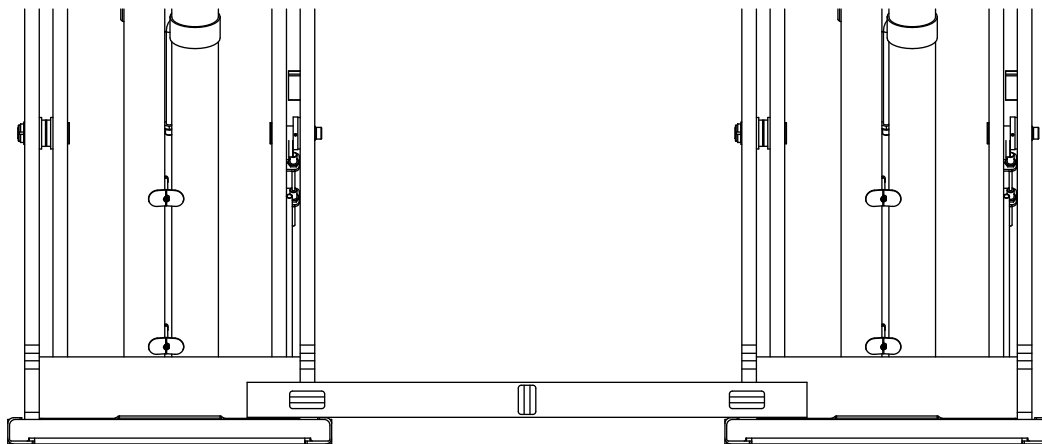

Fig. 8a
3. Verifique que las bases de la plataforma estén niveladas entre sí, Fig. 8a.